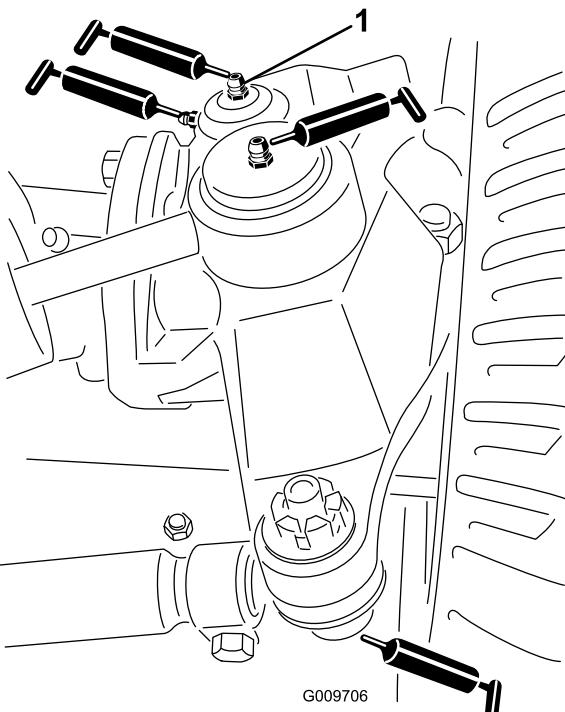

図34
- 図34に示す、ステアリングシリンダのボールジョイント 2ヶ所
- 図34に示す、タイロッドのボールジョイント 2ヶ所
- 図34に示す、キングpinのブッシュ2ヶ所